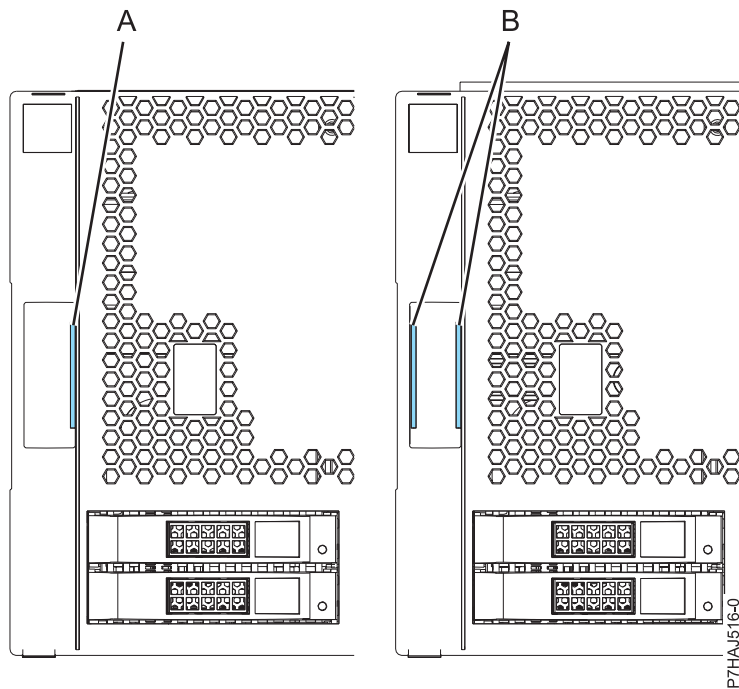

Figure 7. Identification des anciens et des nouveaux capots
**Remarque :** Les anciens capots (expédiés avant le 1er mars 2011) sont reconnaissables à la bande bleue unique (A) située sur les taquets du capot. Les nouveaux capots (livrés après le 1er mars 2011) possèdent deux bandes bleues (B). Voir figure 7, à la page 23.